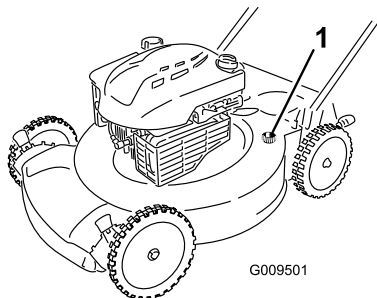

Figure 30
4. Branchez un tuyau d'arrosage, relié à une arrivée d'eau, à l'embout de lavage du carter de la machine (Figure 30).